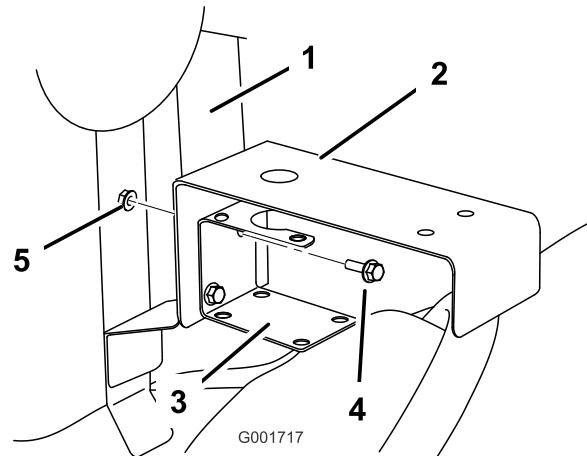

Figura 11
- Instale el soporte de la válvula de control entre el soporte del acoplamiento en T de alimentación y el soporte de montaje (Figura 11) usando los herrajes retirados anteriormente.